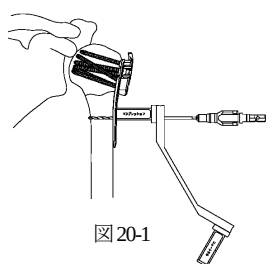

図 20-1
- 1) 術中に骨折部へコンプレッションをかける場合は、2-1-1. 6) の手順で、コンプレッションホルルに上腕骨近位端ロッキングプレート用 2.5 ドリルポジショナーのコンプレッション側をあてがいドリリングし、スクリューを挿入して下さい。(図 20-1, 20-2)